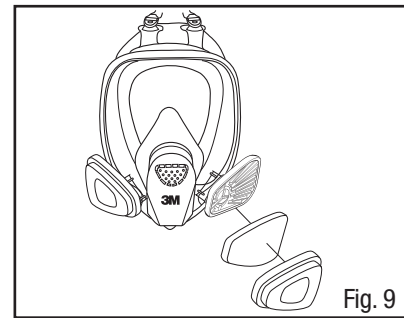

Fig. 9
3. Coloque o filtro no retentor 501 com a impressão do filtro voltada para o adaptador 603. Pressione o retentor sobre o adaptador e assegure que a vedação do filtro está livre de vincos ou folgas (Fig. 9).